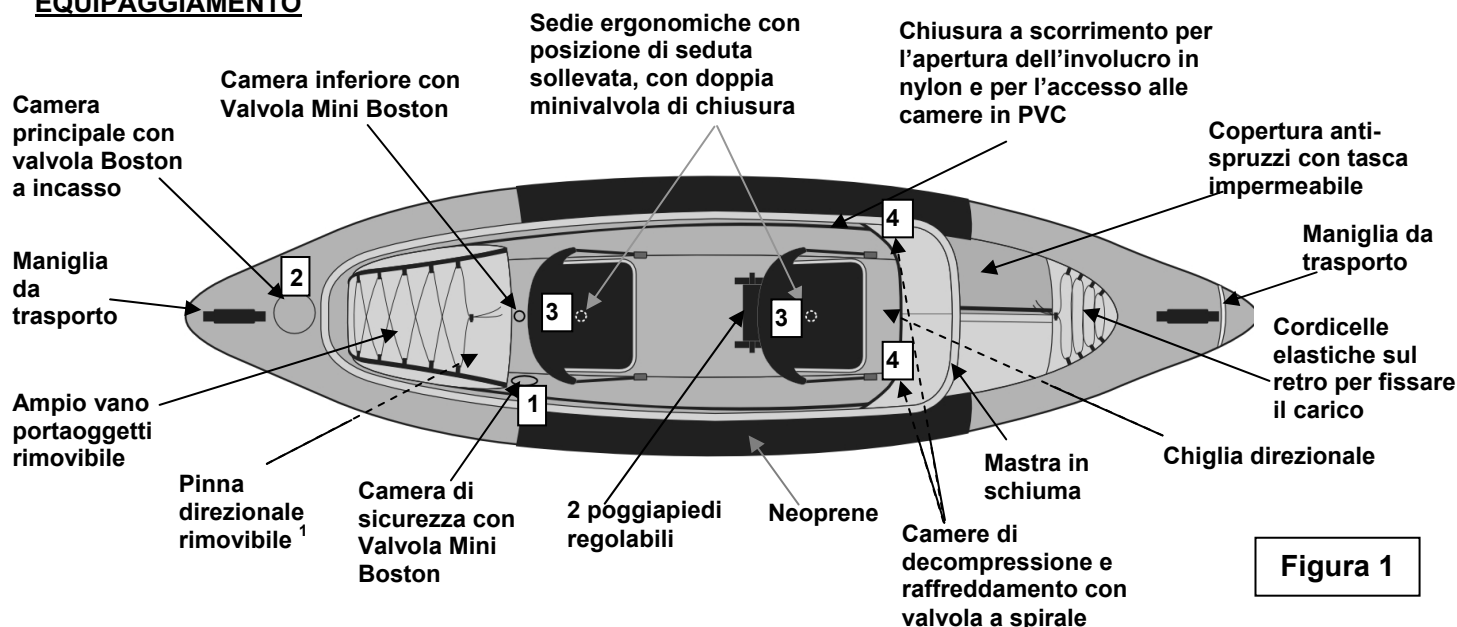

Figura 1
- a) Valvola(e) Boston (figura fronte) : svti il cappuccio della valvola (1), avviti il corpo della valvola (2) nella base della valvola (3) ; abbia cura che il cappuccio resti accessibile. Inserisca l'estremità del gonfiatore nella valvola e gonfi fino a raggiungere il livello di pressione raccomandato (vedere punto 3). Dopo il gonfiaggio, chiuda bene tutte le valvole con il loro cappuccio (nel senso delle lancette d'un orologio). **N.B. :** una leggera fuga d'aria prima della chiusura è normale, solo il **cappuccio della valvola assicura la TENUTA STAGNA**.
- b) Valvola double lock™ & minivalvola double lock™ – vedere disegno a pagina 2 / a: Aprire la valvola (A). Per iniziare a gonfiare, aprire il tappo esterno e tirare per estenderlo (B). Inserire il beccuccio della pompa nella valvola e accendere la pompa o iniziare a pompare (C) Per richiudere la valvola: Spingere con la pompa finchè il beccuccio è schiacciato all'interno, così da sigillare il tappo interno (D). Rimuovere la pompa e chiudere il tappo esterno. La valvola dovrebbe apparire schiacciata all'interno (E).
3. Gonfiare il prodotto secondo l'ordine di gonfiamento indicato sulla targhetta di immatricolazione stampata sul prodotto (vedere anche la figura 1, la numerazione delle valvole).